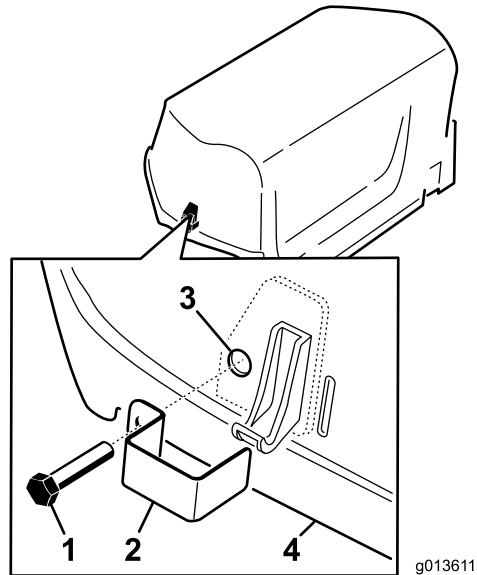

Figura 7
1. Instale o bloqueio do fecho sobre os fechos do capot do lado esquerdo e lado direito com um parafuso de cabeça hexagonal (dois no total) (Figura 7).
2. Utilizando um alicate ou uma chave ajustável, aperte uma anilha de bloqueio interna em cada parafuso (1 a 2 roscas) para prender os parafusos (Figura 7).